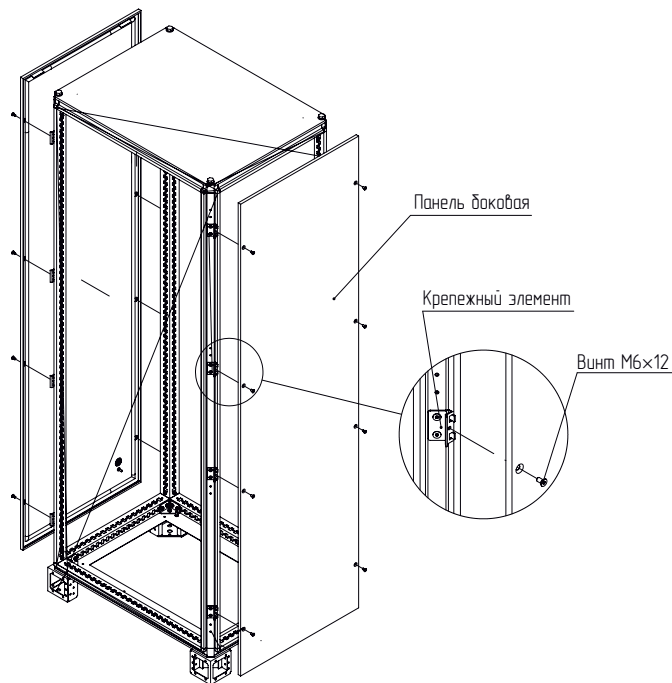

Рисунок 2
4.1.2 Закрепить восемь крепежных элементов на стойках каркаса (рисунок 2). Для крепления использовать винты самонарезающие M6×12. Момент затяжки – 7 Н·м.